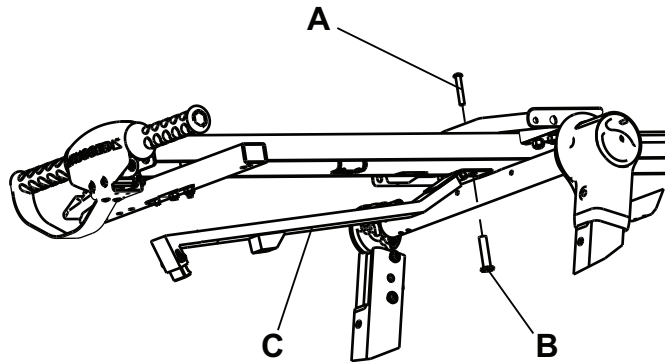

Figura 6 – Brazo del gancho
- a. Utilizando una llave de estrella T27H y una llave inglesa M16, retire el tornillo de cabeza cilíndrica de botón (A) y la tuerca de reborde (B) (Figura 6). Guarde el tornillo y la tuerca.
- b. Aplique Loctite® 242 azul al tornillo de cabeza cilíndrica de botón (A) o a la tuerca de reborde (B).
- c. Instale el conjunto de brazo del gancho suministrado (C) (610000010016) con el tornillo y la tuerca retirados en el paso 5a (Figura 6).